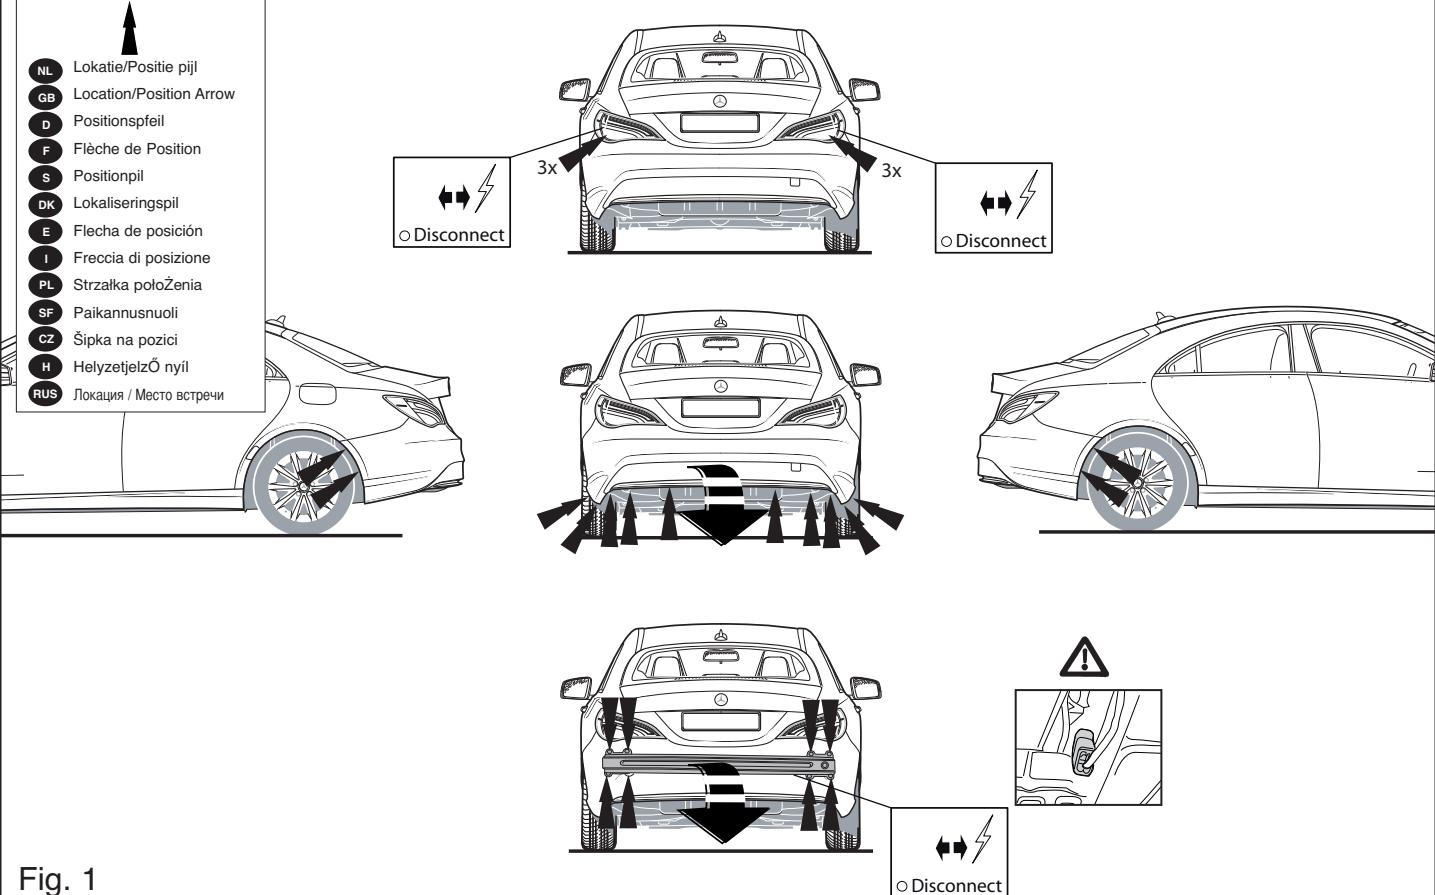

Fig. 1
1. Снять оба блока задних фар. Снять бампер (см. рис. 1).
3. Снять бампер вместе со стальным буферным бруском автомобиля; буферный брус больше не понадобится (см. рис. 1).